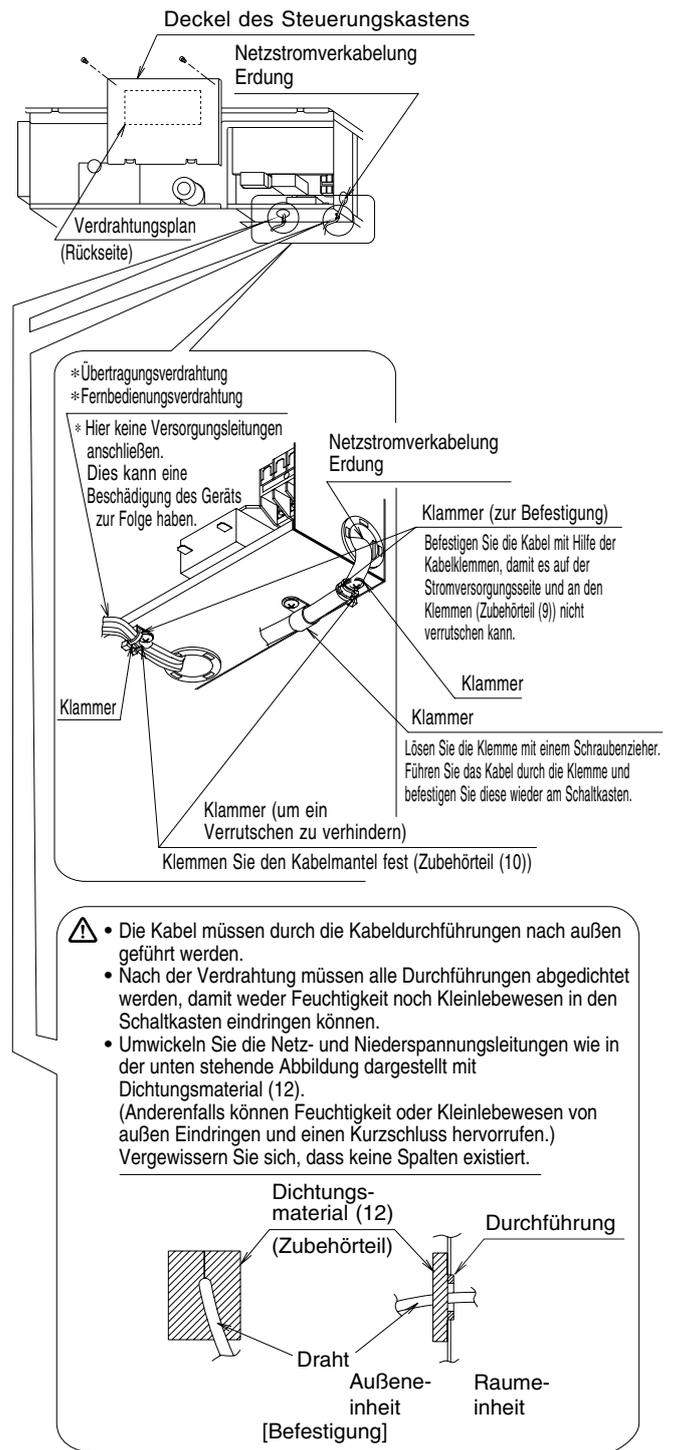

Abb. 17
- Ehe die Anschlüsse vorgenommen werden, muss der Deckel des Steuerkastens, wie in Abb. 17 dargestellt, entfernt werden.
- Verwenden Sie zur Befestigung der Verkabelung, wie in der Abb. 17 dargestellt, die mitgelieferten Kabelbinder (9) (10), um zu verhindern, dass von außen Zug auf die Kabelanschlüsse ausgeübt werden kann.